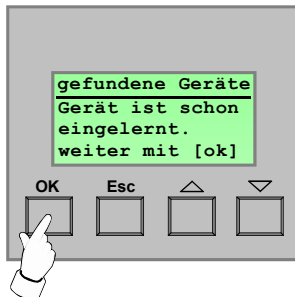

Bild 13: Angewähltes BT-Gerät ist bereits eingelernt
10. Das gefundene und angewählte Endgerät ist bereits im Bluetooth Gateway eingelernt (vgl. Bild 13)!